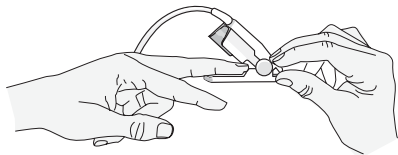

Figura 2
1. Porre il dito sopra la finestra del sensore riutilizzabile. Il polpastrello deve coprire la finestra del rilevatore nella metà inferiore del sensore (vedere la Figura 2).